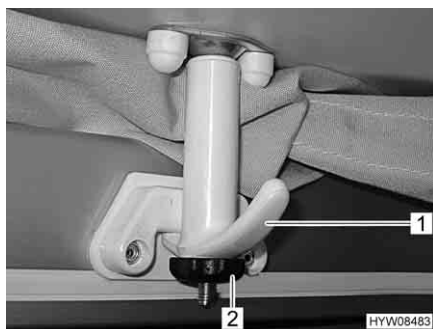

Fig. 24 Tenditore bloccato
- Serrare la vite a testa cilindrica zigrinata (Fig. 24,2) sui due tenditori anteriori (Fig. 24,1). Il tetto sollevabile risulta così bloccato e non può sollevarsi.